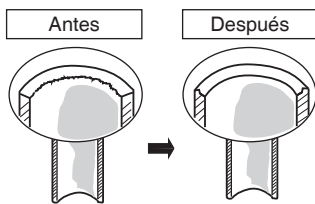

Fig. 5-1
- (1) Corte el tubo de cobre a la longitud requerida con un cortatubos. Se recomienda cortar aproximadamente 30 - 50 cm más de largo que la longitud de la tubería que usted ha calculado.
- (2) Quite las rebabas de cada extremo de la tubería de cobre con un escariador de tubos o con una lima. Este proceso es importante y se debe hacer cuidadosamente para lograr un buen abocardado. Asegúrese de impedir que cualquier contaminante (humedad, suciedad, limaduras de metal, etc.) entre en la tubería. (Figs. 5-1 y 5-2)